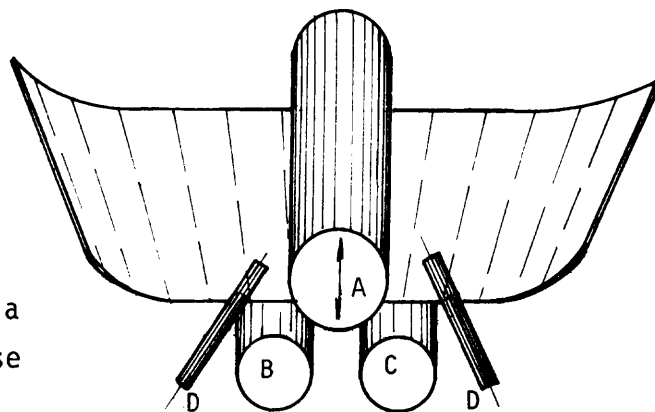

Fig. 5
- b Coloque la chapa en la máquina, apoyando la base menor contra los topes fileteados (D) (fig. 5).